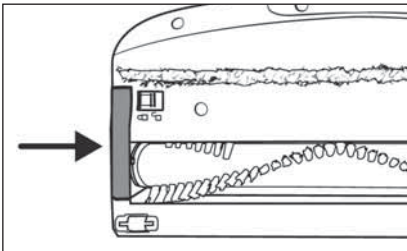

Abb. 29
- 6) Setzen Sie den Bürstenrollenhalter **20** wieder in die Bodenbürste **22** ein. Drücken Sie ihn nach unten, bis er mit einem Klickgeräusch in die Bodenbürste **22** einrastet (siehe Abb. 29).